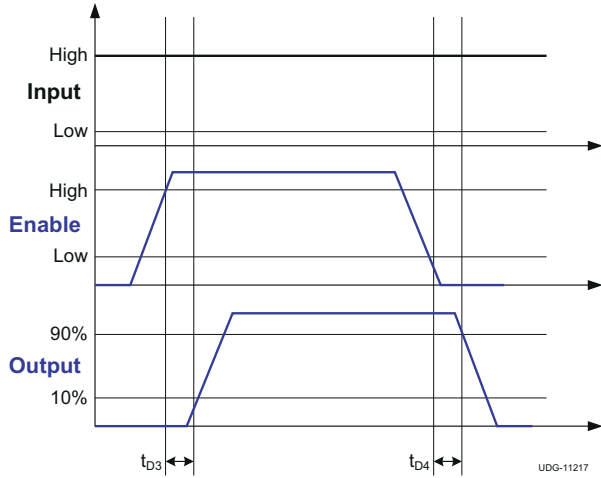
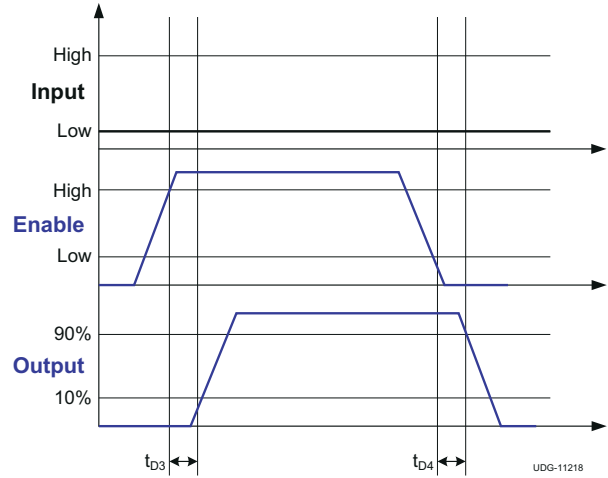
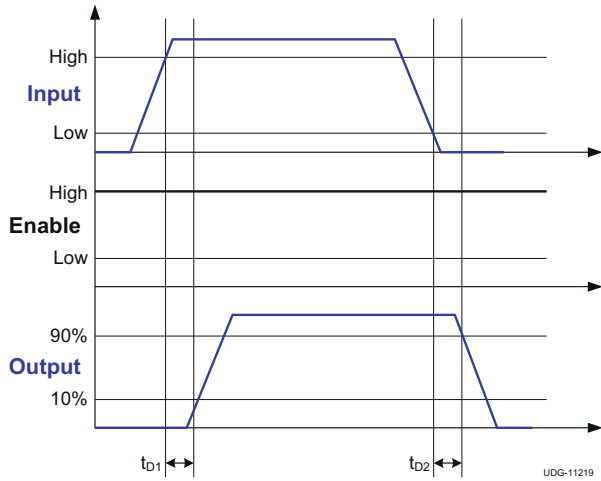
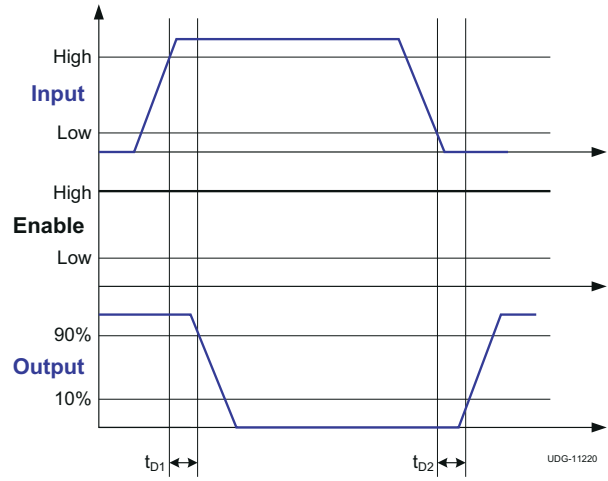

图 6-1. 使能功能 (用于同相输入驱动器运行)
图 6-2. 使能功能 (用于反相输入驱动器运行)
图 6-3. 同相输入驱动器运行
图 6-4. 反相输入驱动器运行
(1) 请参阅图 6-1、图 6-2、图 6-3 和图 6-4 中的时序图